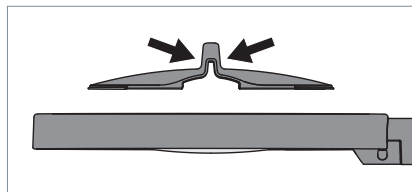

Fig. 3: Lupenabdeckung montieren.
- ▶ Drücken Sie die Lupenabdeckung am oberen Teil zusammen, siehe Fig. 3.